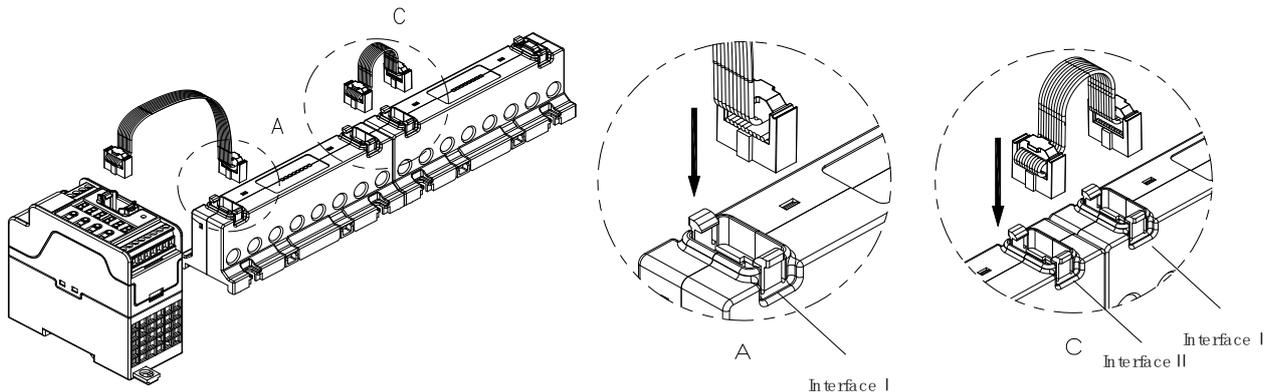

Figura 5
6.1.3 Dimensión de instalación del módulo de pantalla LCD (Figura 5)